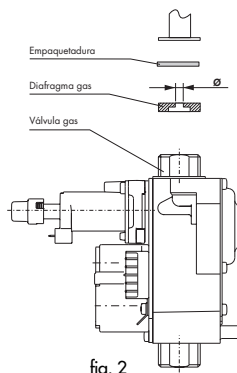

fig. 2
- introducir el reductor de presión (fig. 2)